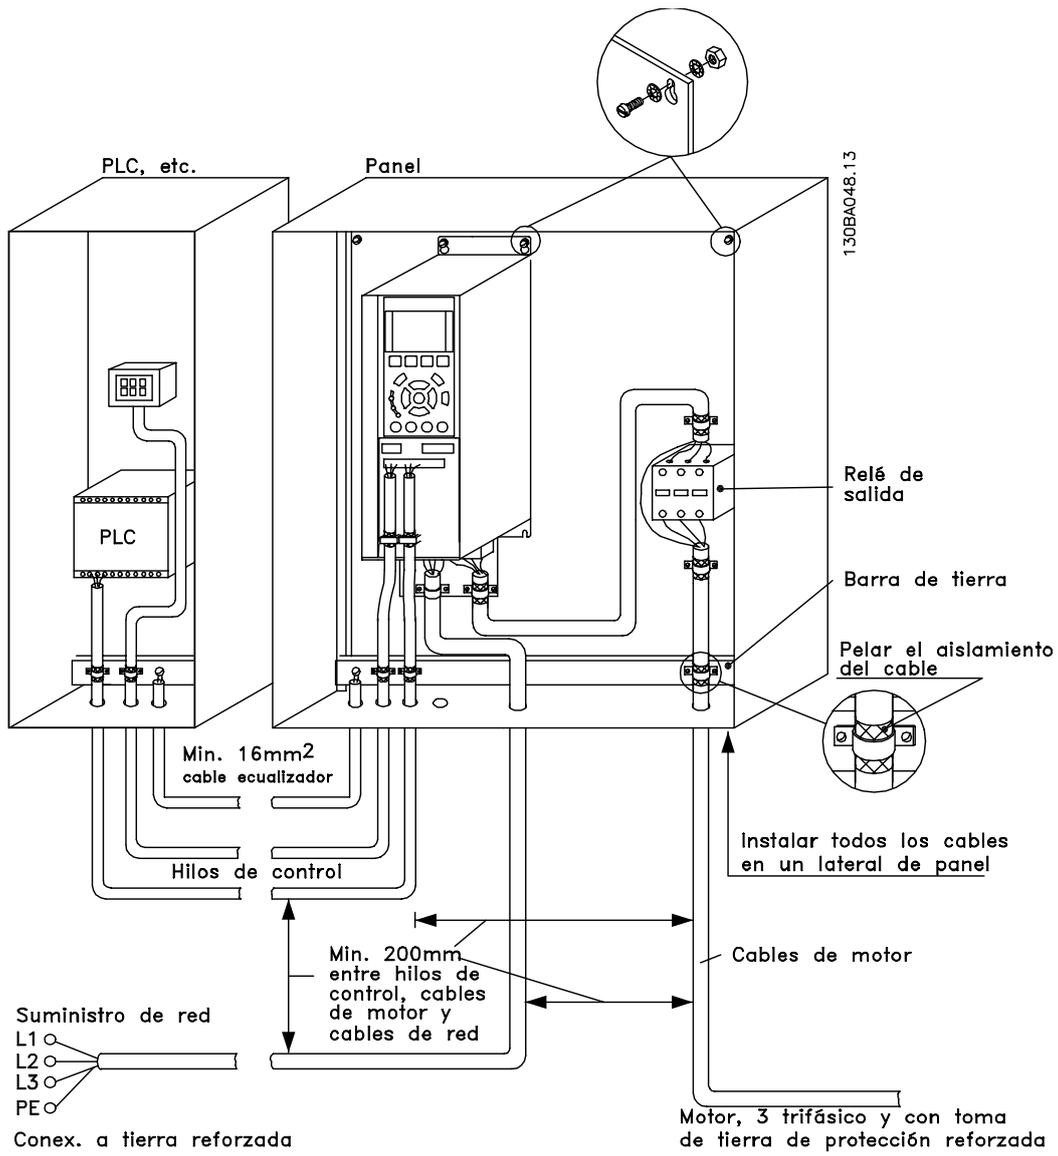

Ilustración 6.62 Instalación eléctrica correcta en cuanto a EMC de un convertidor de frecuencia en el armario
*Ilustración 6.62* muestra un ejemplo de una instalación eléctrica correcta, en cuanto a EMC, de un convertidor de frecuencia IP20. El convertidor de frecuencia está colocado en un armario de instalación con un contactor de salida, y se ha conectado a un PLC que está instalado en un armario aparte. Otras formas de instalación podrán ofrecer un rendimiento de EMC igualmente bueno, siempre y cuando se sigan las anteriores directrices de práctica de ingeniería.